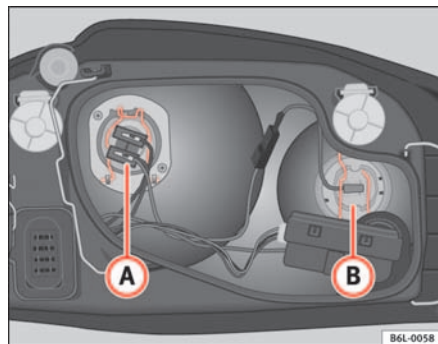

Fig. 143 Lampe feux de route
- Extraire le connecteur du câble de la lampe ③ ⇒ fig. 143.